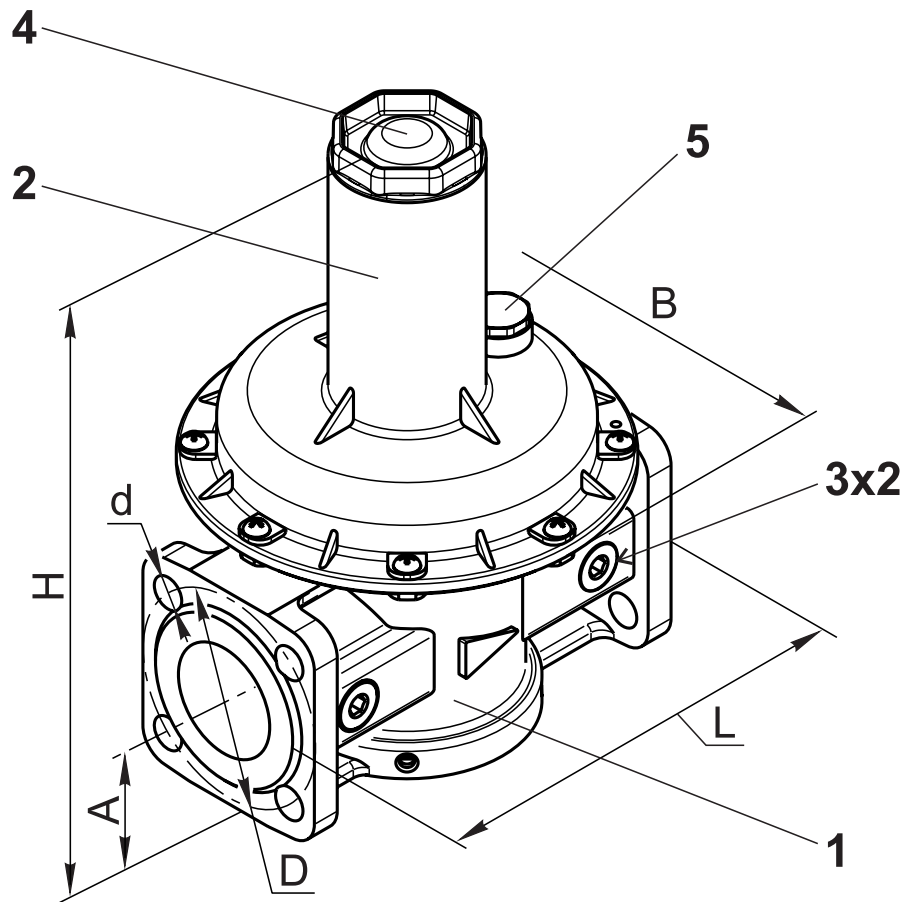

Рис. 1
2.1 Регулятор (см. рис. 1) состоит из следующих основных узлов и деталей:
- открутите защитную пробку 4 (см. рис. 1);